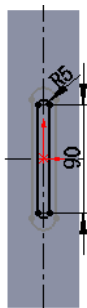

图 17.10.43 草图 2
Step5. 绘制图 17.10.43 所示的草图 2。草图平面为基准面 1。